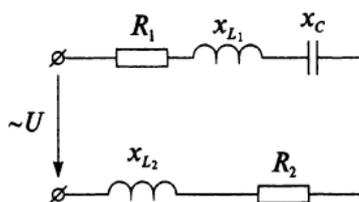

Рисунок 3
12. Незаветвленная цепь переменного тока (рис. 3) имеет параметры:  $f = 50$  Гц,  $X_{L1} = 5$  Ом,  $X_C = 15$  Ом,  $X_{L2} = 20$  Ом. Определить частоту собственных колебаний  $f_0$ .